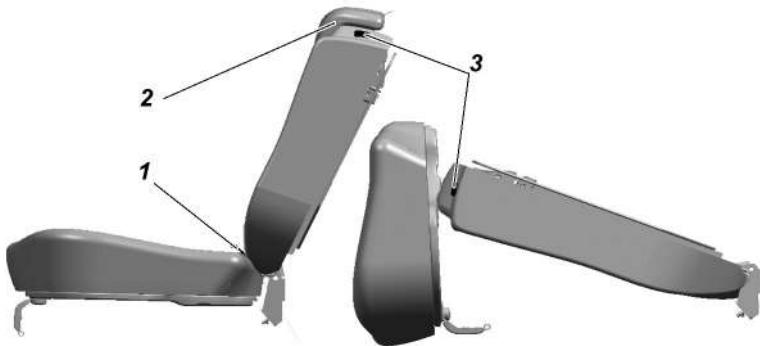

Рис. 3.38. Заднее трехместное сиденье:
**Заднее трехместное сиденье**(рис.3.38) состоит из одноместной и двухместной подушки и одноместной и двухместной спинки.
- потяните за петлю 1 (рис. 3.38) и установите подушку в вертикальное положение;
- потяните за рычаг 3 по направлению движения автомобиля, освободив спинку, уложите ее, как показано на схеме, рис. 3.38;
– потяните за рычаг 3 (рис. 3.38) по направлению движения автомобиля освободив спинку;